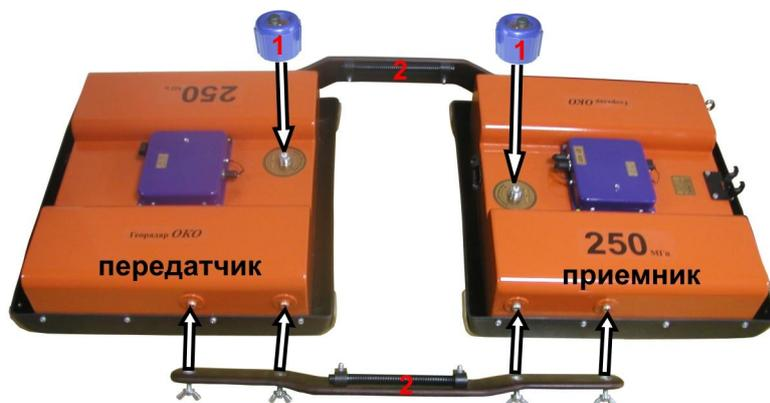

Рисунок 1.1.3 Установка блоков питания и коромысел
1. Расположите приемное* и передающее* устройство (рисунок 1.1.3) на ровной поверхности;
2. Прикрутите винтами-барашками (рисунок 1.1.2) коромысла (2) к блокам (рисунок 1.1.3). Если при работе на труднопроходимых участках барашки цепляются за траву и кусты можно использовать невыступающие винты (рисунок 1.1.1), которые входят в комплект антенного блока.